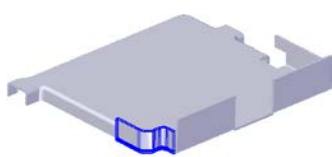
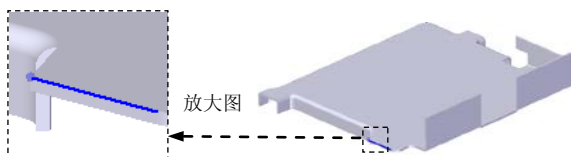

图 8.4.32 轮廓弯边特征 4
图 8.4.33 选取路径
(5) 定义折弯半径及止裂槽参数。单击“弯边选项”按钮，取消选中 ☐ 使用默认值* 复选框，在其 **折弯半径 (R):** 文本框中输入值 0.5，单击 **确定** 按钮。
(6) 单击 **完成** 按钮，完成特征的创建。
Step12. 创建图 8.4.32 所示的轮廓弯边特征 4。
(1) 选择命令。单击“主页”功能选项卡中“钣金”工具栏中的“轮廓弯边”按钮.
(2) 定义特征的截面草图。
① 选取路径。在系统的提示下，选取图 8.4.33 所示的模型边线为路径，在“轮廓弯边”命令条中的 **位置:** 文本框中输入值 0，并按 Enter 键，进入草图绘制环境。